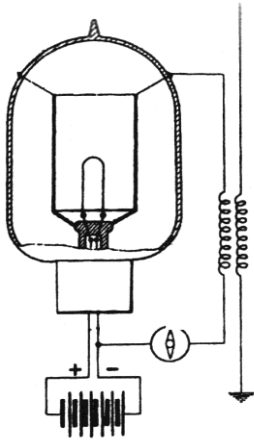

Рис. 82. Конструкція двоелектронної лампи Дж. Флемінга (Великобританія, 1904)
- 1904 р. Винайдено двоелектродну електронну лампу – діод (*Дж. Флемінг, Велик.*) (рис.82)